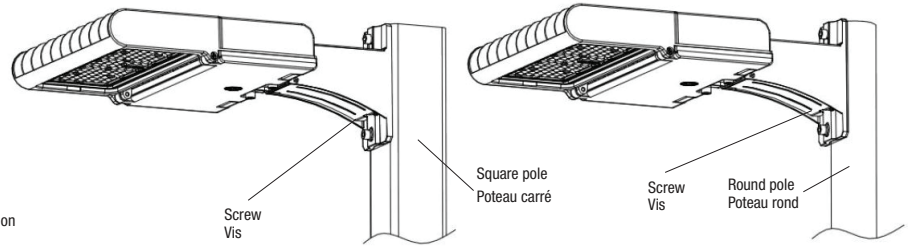

Fig. 3E
10. Fermer la porte d'accès du compartiment de câblage en utilisant les vis (Fig. 3E).